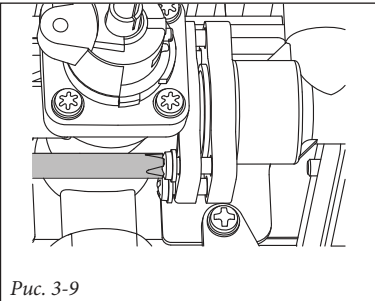

Рис. 3-9
- вывинтите 4 винта крепления газового крана (Рис. 3-9);